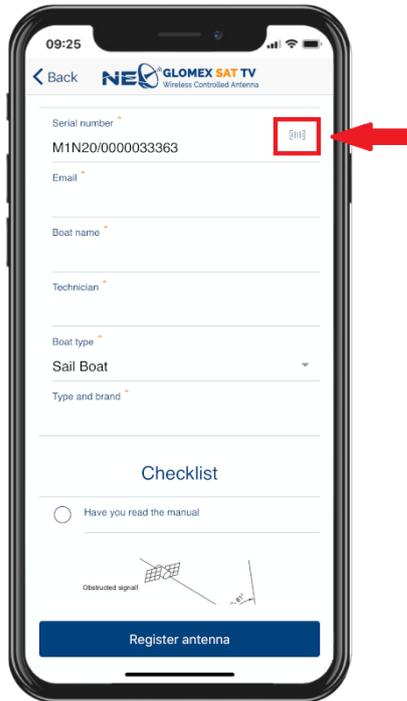

Abb. 47
- Klicken Sie auf den Barcode-Button oben rechts (**Abb. 47**), scannen Sie den Barcode, der sich auf Seite 2 der Betriebsanleitung Ihrer Antenne, auf der Rückseite des Steuergeräts und am Parabolspiegel befindet. Tragen Sie die fehlenden Daten ein und füllen Sie die Installations-Checkliste aus, um die Registrierung fertigzustellen.